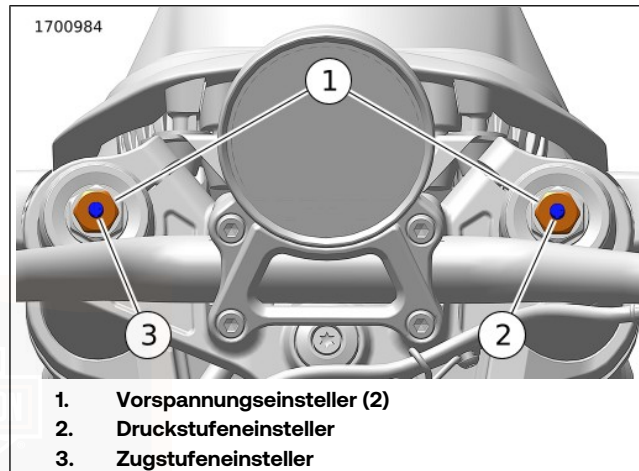

Abbildung 23. Einstellung des vorderen Stoßdämpfers
Die Druckstufenschraube (2) befindet sich am rechten Tauchrohr. Die Zugstufenschraube (3) befindet sich auf dem linken Tauchrohr. Siehe Abbildung 23.